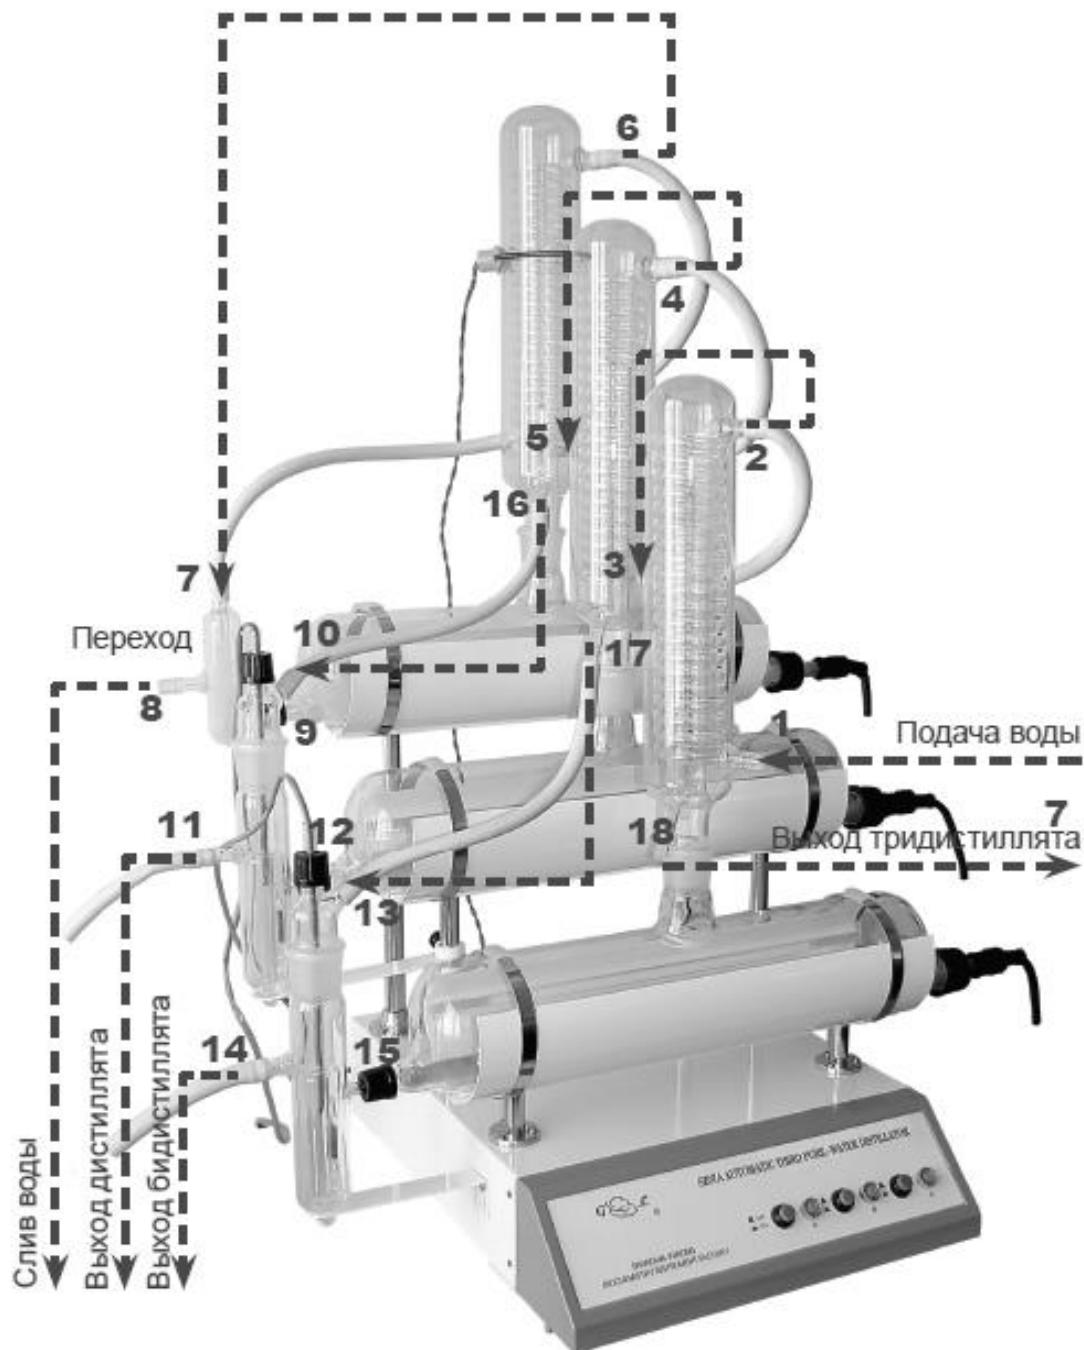

Рисунок 3
15. Собрать с помощью резиновых трубок схему подачи и отвода воды (рис.3).
Через отвод (поз.9) перехода идет наполнение испарительной колбы контура «А». Отвод (поз.8) подсоединить к канализации для слива охлаждающей воды. Дистиллированную воду со штуцера (поз.16, рис.3) холодильника контура «А» подать над входом (поз.10) сосуда с поплавковой камерой.
Выход дистиллированной воды тройной перегонки происходит через нижний штуцер (поз.18, рис.3) холодильника контура С.
Включите подачу охлаждающей воды, отрегулировав напор воды таким образом, чтобы вода заполнила первый сосуд и не вытекала через слив перехода 8 (рис. 3).